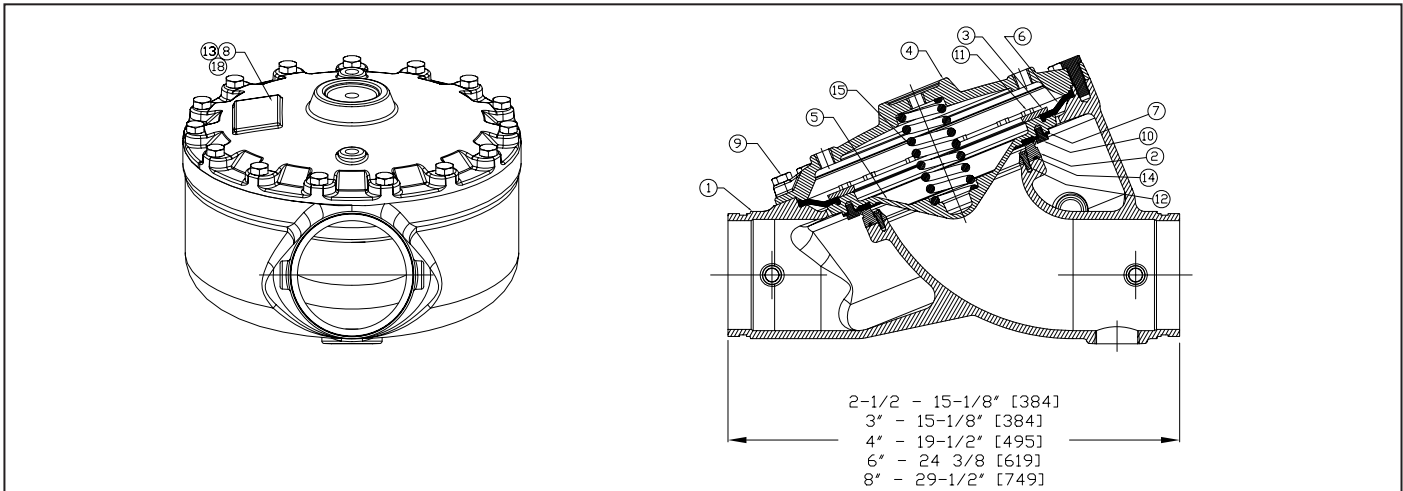

Figura 6 – Lista de componentes
- Desconectar y quitar los accesorios y los tornillos (9) para poder quitar la tapa (4)
5. Quitar la tapa (4) (ver la Figura 6)
- Retirar los tornillos de cabeza hexagonal (9) de la tapa (4):
6. Instalar el muelle (15) (ver la Figura 6)
- Al instalar el muelle (15) nuevo, puede que sea difícil mantenerlo en su sitio al tiempo que se quita la tapa (4). Un método para que resulte más fácil es coger la tapa (4), pasar un destornillador por la tapa (4), introducir el muelle (15) en el destornillador y volver a instalar la tapa (4).
7. Sustituir piezas en el conjunto de clapeta (ver la Figura 6)
I: Sustituir la corona de fijación (3) (ver la Figura 6)
- Para montar la corona (3):
- Para las válvulas de 2-1/2", 4", 6" y 8": montar la corona (3) en la clapeta (5), alinear los orificios y colocar los tornillos (11).
- Para la válvula de 3": la corona de fijación (3) tiene un asiento ranurado en el fondo, que debe instalarse en el borde elevado del diafragma superior (6), alinear los orificios de la corona de fijación (3) con los de la clapeta (5) y colocar los tornillos (11).
II: Sustituir el diafragma superior (6) (ver la Figura 6)
- Para montar el diafragma superior (6):
- Para las válvulas de 2-1/2", 4", 6" y 8": coloque el borde elevado del diafragma superior (6) dentro del asiento ranurado de la clapeta (5). Sustituya la corona de fijación (3) y vuelva a colocar los tornillos (11).
- Para las válvulas de 3", monte el diafragma superior (6) sobre la clapeta (5). Instale el asiento ranurado de la corona de fijación (3) en el borde elevado del diafragma superior (6).
III: Sustituir el conjunto asiento de goma (7) (ver la Figura 6)
- Para instalar el nuevo conjunto asiento de goma (7), coloque el lado de la goma que tiene un borde elevado en el centro, mirando hacia abajo, hacia la clapeta (5).
- Coloque los tornillos (10) en el conjunto asiento de goma (7).
IV: Sustituir la clapeta (5) (ver la Figura 6)
- a. Quitar la corona (3), el diafragma superior (6) y el conjunto asiento de goma (7) de la clapeta existente (5), e instalarlos en la clapeta (5) nueva.
8. Sustituir el asiento (2) (ver la Figura 6)
- a. Para extraer el asiento (2), quitar todos los tornillos (12) del mismo.
- c. Una vez que se hayan quitado todos los tornillos (12), pueden retirarse de la válvula el asiento (2) y la junta tórica (14).
- d. Para instalar el asiento nuevo (2), será necesario aplicar lubricante de la junta tórica (14) en la ranura del fondo del asiento (2).
- e. Una vez aplicado el lubricante, se puede colocar la junta (14) en la ranura del asiento (2).
- f. Ya se puede instalar el asiento (2) en la válvula, apretando los tornillos (12) de estrella con una llave dinamométrica.